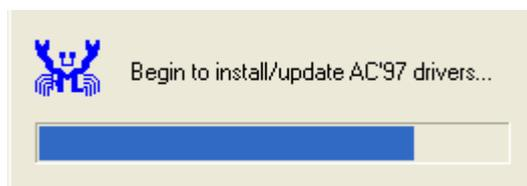

Abbildung 7-18: AC'97 Treiberinstallation
Schritt 9: Die Treiberinstallation startet (Abbildung 7-18).